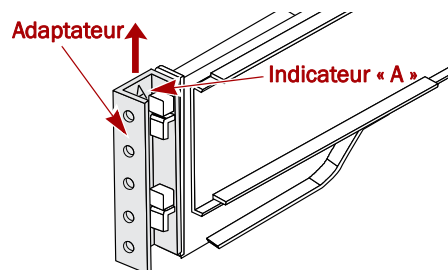

Figure 7. Montage de l'adaptateur à l'avant
1. Assemblez les **adaptateurs** (Figure 7) sur chaque extrémité du rail :